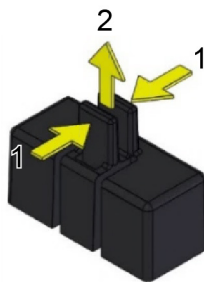

Abb. 51: Demontieren der Anschlusskappen
- Nicht verwendete Anschlüsse auf der Systemkarte werden mit Kappen geschützt. Um ein Modul nachzurüsten, zunächst die Kappe entfernen. Mit einer Zange vorsichtig auf die Hebel drücken, um die Sperre freizugeben und die Kappe problemlos zu entfernen (vgl. Abb. 51).